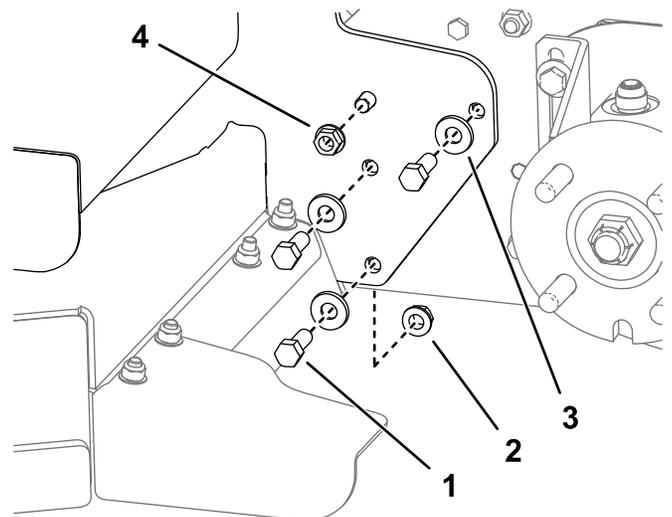

Figure 3
1. Utilisez 8 boulons ( $\frac{3}{8}$ " x 1"), rondelles bombées et écrous à embase pour fixer le plateau de coupe rotatif au groupe moteur, comme montré à la Figure 3.